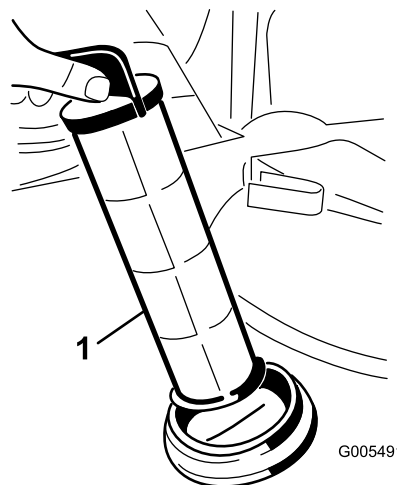

Figura 55
4. Retire o filtro de rede da sucção do orifício (Figura 55).